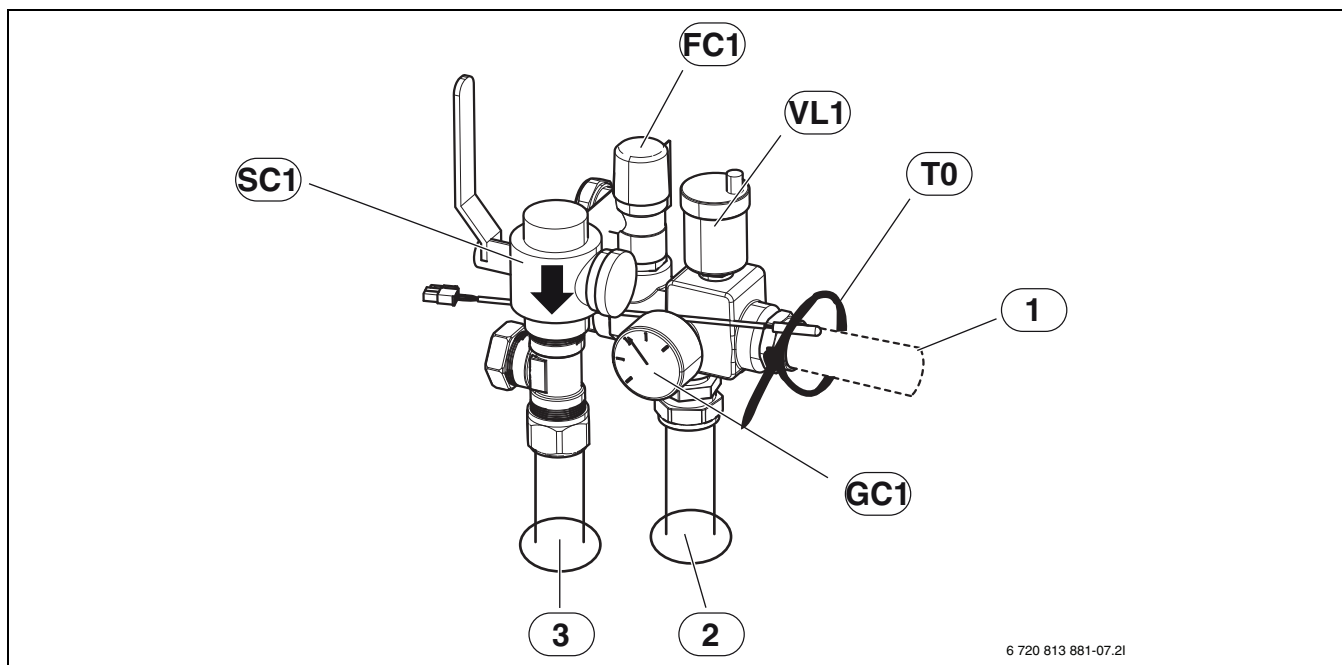

Fig. 8 Monteret sikkerhedsgruppe, uden bypass
► Først monteres partikelfiltret ([SC1], fig. 8) på T-stykket.
- Monter fremløbsføler ([T0], fig. 8) og fastgør med kabelbinder.